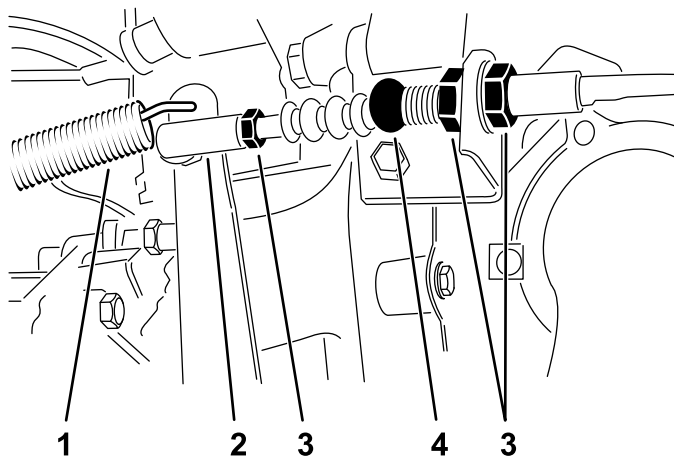

Figura 61
1. Allentate i controdadi che fissano il cavo della frizione alla staffa sul cappuccio del volano (Figura 61).